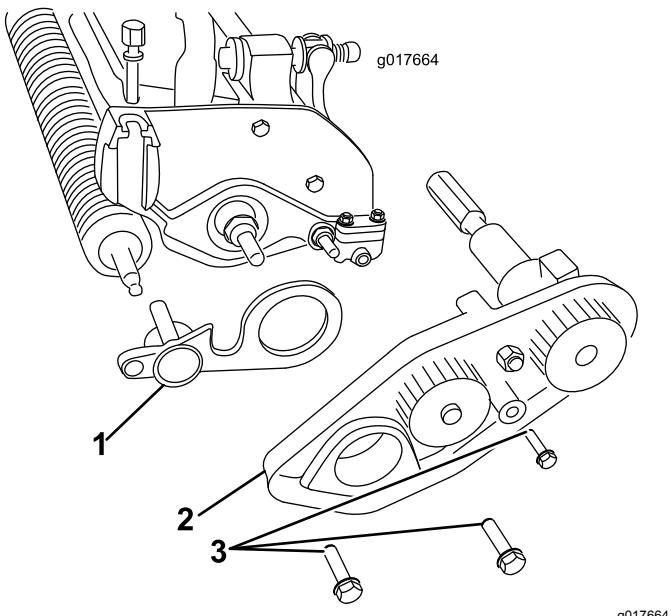

Рисунок 5
- Отверните три болта, которые крепят узел ременного привода к режущему блоку, и снимите весь узел (Рисунок 5).
21. Вставьте другой конец вала механической щетки в левую опорную плиту (Рисунок 5).
22. Установите узел ременного привода барабана, используя ранее снятые болты, и убедитесь в том, что боковая плита поворачивается свободно (Рисунок 5).